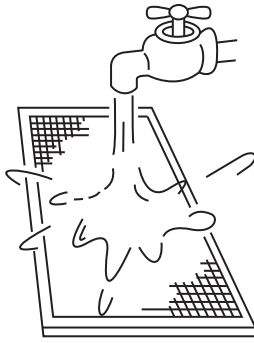

fig. 9-4
- *El lado del paso de aire debe estar orientado hacia abajo si se usa agua (véase la *fig. 9-4*).*